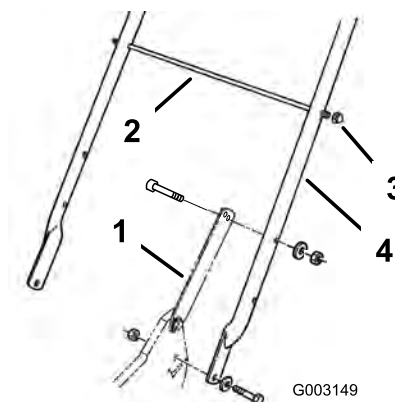

Figura 3
1. Montate la maniglia all'esterno della scocca del tosaerba (usate il foro inferiore) con 2 bulloni (5/16 x 1-1/4 pollici), rondelle e dadi di bloccaggio sottili (5/16 pollice) (Figura 3).
- Dado di bloccaggio a calotta (2)
2. Fissate gli arresti della maniglia con 2 bulloni (5/16 x 1-1/2 pollici), rondelle e dadi di bloccaggio (5/16 pollice) (Figura 3).
ogni estremità con un dado di bloccaggio a calotta (Figura 3).